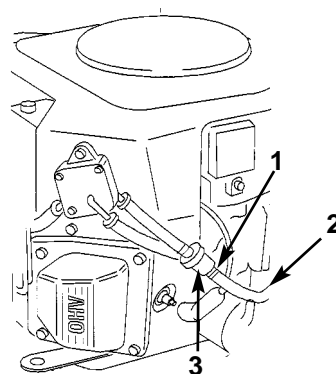

Figure 30
4. Pincer les extrémités du collier de serrage et les faire coulisser le long du flexible d'alimentation vers le réservoir (Fig. 30).
5. Séparer le tuyau de carburant du filtre (Fig. 30). Ouvrir le robinet d'arrêt de carburant et laisser l'essence s'écouler dans un bidon approprié.